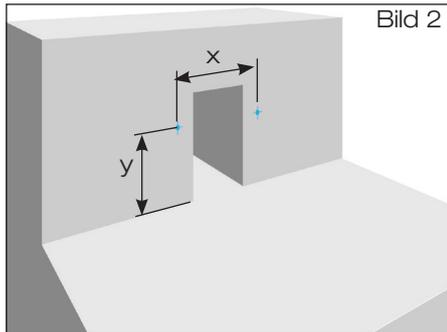

Bild 2
- 1.2 Bohrungen  $\varnothing$  10 mm für Schiebeflansch mit Anschlussmanschette zum Anschluss der Dampfsperre entsprechend der Vorgabe nach Tabelle 2 erstellen (Bild 2).